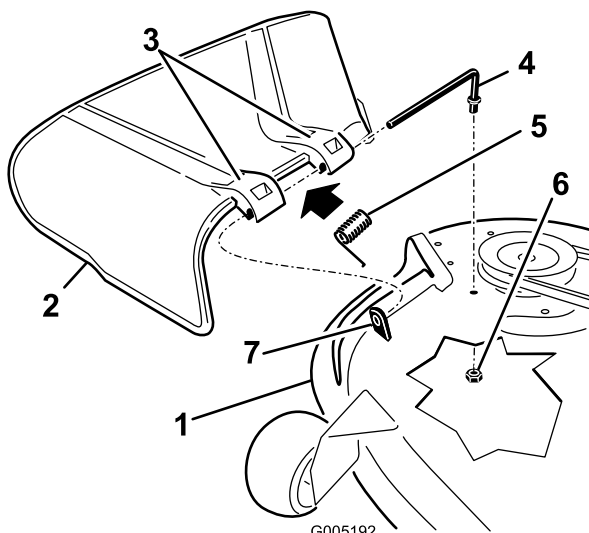

Figure 58
1. Retirez l'écrou (3/8 po) de la tige, sous le tablier de coupe (Figure 58).
- Sortez la tige de la courte cheville de positionnement, du ressort et du déflecteur d'herbe (Figure 58).
- Remettez en place le déflecteur d'herbe (Figure 58).
- Insérez la tige dans le deuxième support du déflecteur d'herbe (Figure 58).
- Fixez l'extrémité arrière de la tige dans le tablier de coupe à l'aide d'un écrou (3/8 po), comme montré à la Figure 58.